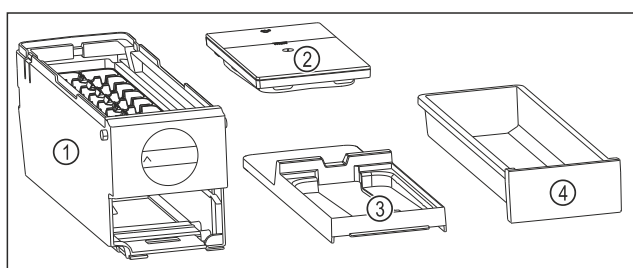

Fig. 93 Composants de l'EasyTwist-Ice
- ▷ L'EasyTwist-Ice est démonté en quatre parties. (voir Fig. 93)
- ▶ Ne démonter l'EasyTwist-Ice que de la manière illustrée. (voir Fig. 93)
- ▶ Nettoyer le corps de l'EasyTwist-Ice Fig. 93 (1) dans son ensemble.